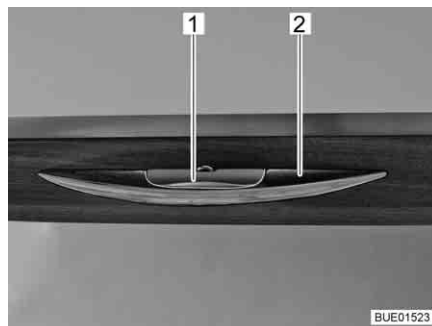

Fig. 53 Abattant de placard avec poignée de déverrouillage
- Enfoncer la poignée de déverrouillage (Fig. 53,1) et la maintenir enfoncée.
- Tirer sur la poignée (Fig. 53,2) jusqu'à ce que l'abattant de placard s'ouvre.